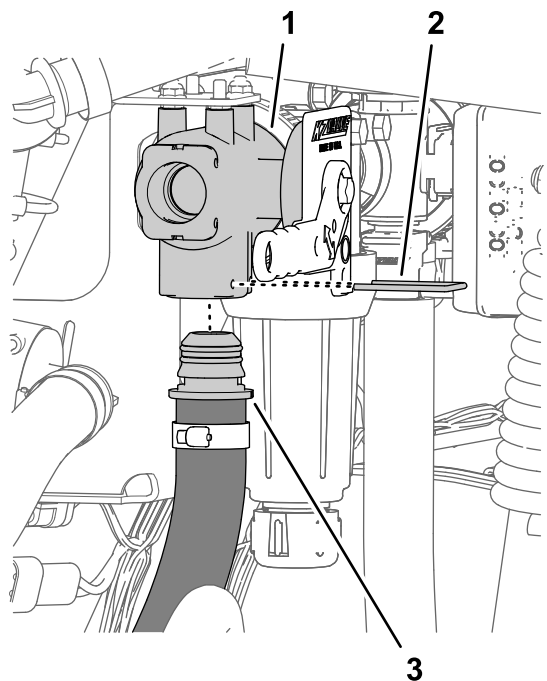

Figure 12
3. Alignez le raccord droit cannelé du flexible de pression et l'orifice inférieur de la vanne de mélange, puis insérez le raccord droit jusqu'à ce qu'il soit parfaitement engagé (Figure 12).